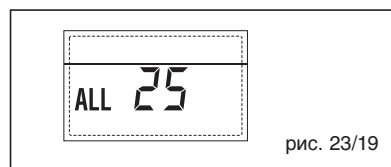

рис. 23/19
**– НЕПОЛАДКА ВСПОМОГАТЕЛЬНОГО ДАТЧИКА (S3) “ТРЕВ. 26” (рис. 23/20)**